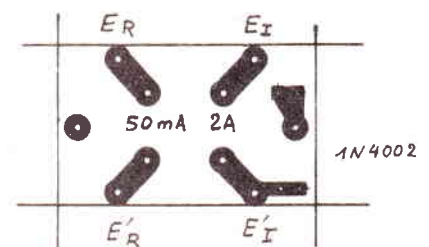

Fig. 18. - C.I. D.
**Le D :** figure 18. Simple face de 15/10 reçoit les fusibles et les diodes de protection de l'entrée  $E_I$ .